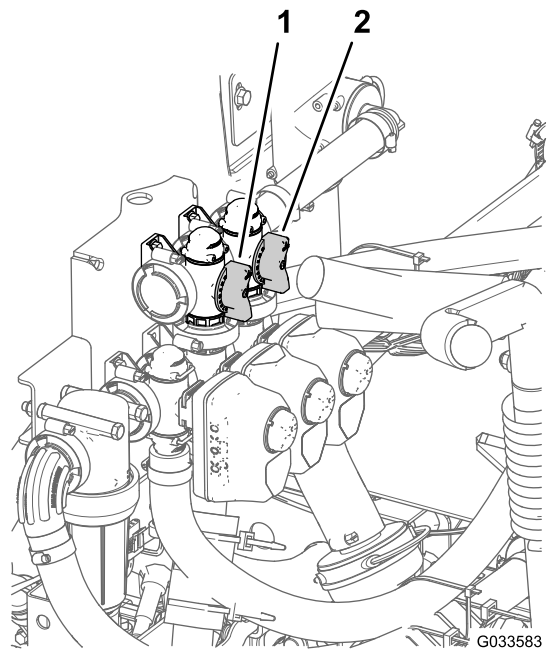

図 88
11. 攪拌バルブの背面についている攪拌バイパスバルブ **図 88** を使って、水圧計の読みが 6.9 bar になるように調整する。